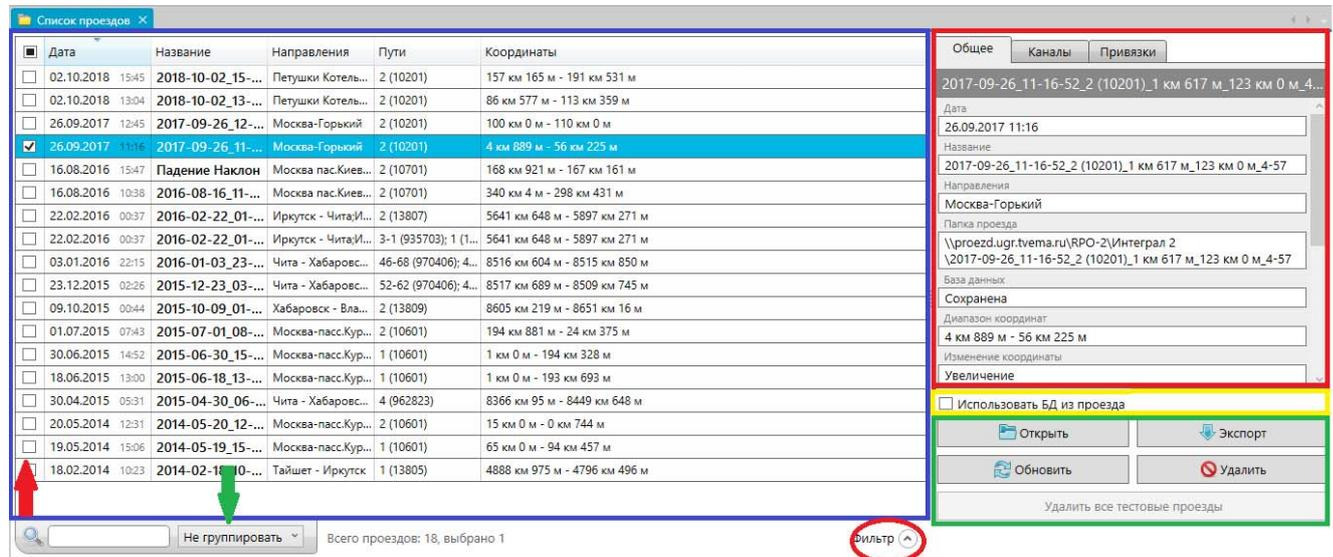
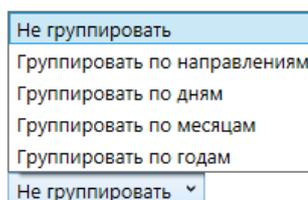
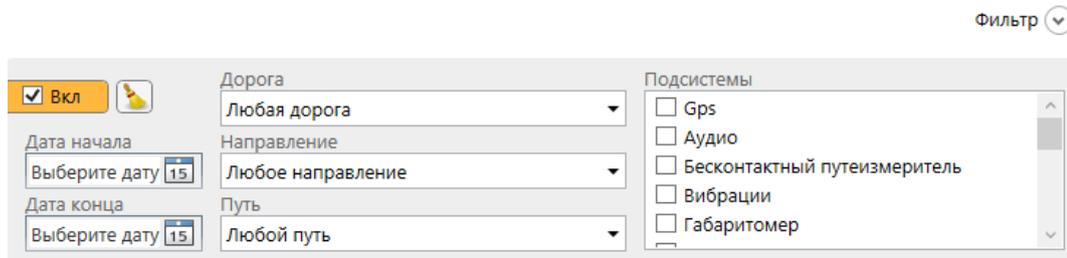

Рисунок 25 – Список проездов
Рисунок 26 – Группировка проездов
Рисунок 27 – Фильтр
прямоугольник, Рисунок 25).
- в правой части окна отобразится информация (Рисунок 25, красный прямоугольник).
5.1.6 Для выбора нескольких проездов необходимо установить флажки у нужных (красная стрелка, Рисунок 25).
5.1.7 Флажок **Использовать БД из проезда** (Рисунок 25, желтый прямоугольник) нужно устанавливать если необходимо использовать локальную БД, с которой был записан проезд. Если необходимы данные из глобальной БД, флажок устанавливать не нужно. Если изменения в БД не вносили, не имеет значения установлен флажок или нет.
- для группировки проездов необходимо выбрать параметр из списка (Рисунок 26) в нижней части окна (Рисунок 25, зеленая стрелка);
- для фильтрации проездов необходимо в нижней части окна развернуть панель «Фильтр» (Рисунок 25, красный овал), после чего отобразится дополнительная панель поиска необходимого проезда по заданным параметрам (Рисунок 27).
Фильтр по дороге и дате неактивен до установки флажка «Вкл» (Рисунок 27).
Для сброса фильтров необходимо нажать кнопку  (Рисунок 27).
В правом нижнем углу окна (Рисунок 25, зеленый прямоугольник) расположены кнопки, описанные в таблице 9.